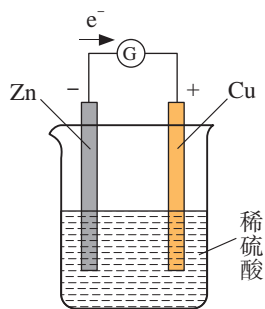

图 6-23 原电池示意图
4. 在步骤3的导线中间连接一个灵敏电流计（图 6-23），观察实验现象。